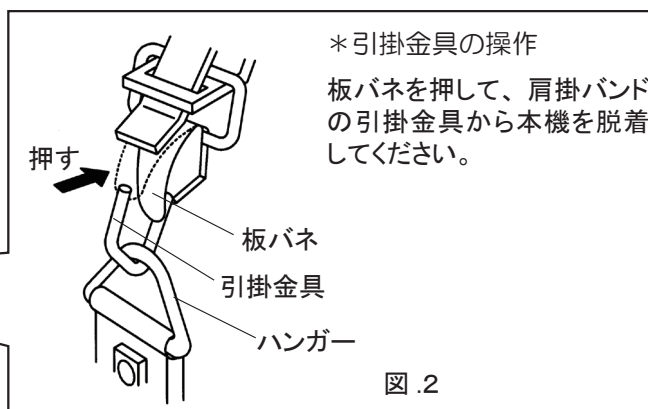

図.2
- ② 図.2のように、肩掛バンドの引掛金具を本機のハンガーに引っ掛けてください。
- ③ マルチカッターを身体の右側に吊り下げ、ループハンドルを握りやすいようにバンドの長さを調整してください。